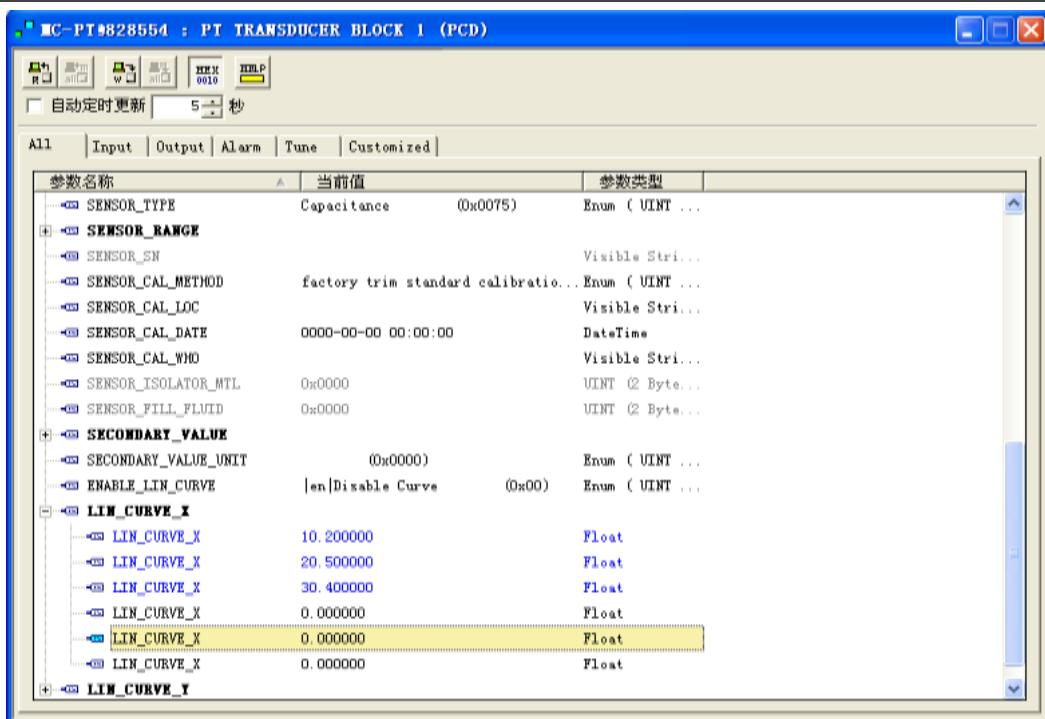

图6.5 参数 LIN_CURVE_X 的配置
- 2) 通过压力源输入标准压力，并在组态软件上打开相应的变换块，分别读取参数 PRIMARY_VALUE 的值，将该值写入 LIN_CURVE_X 数组。例如将读到的 10.2, 20.5, 30.4 分别写在 LIN_CURVE_X 数组里，如图 6.5 所示。到此校准工作结束。